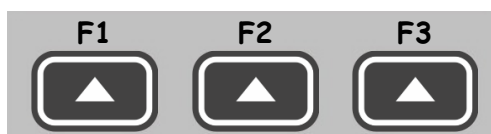

Рисунок 7
Функциональные клавиши  (F) выполняют различные действия, в зависимости от выбранного режима работы прибора. Наименование или символьное обозначение текущей функции выводится на дисплей над каждой из клавиш. В настоящем руководстве используется нумерация функциональных клавиш слева направо: **F1, F2, F3** (рисунок 7).